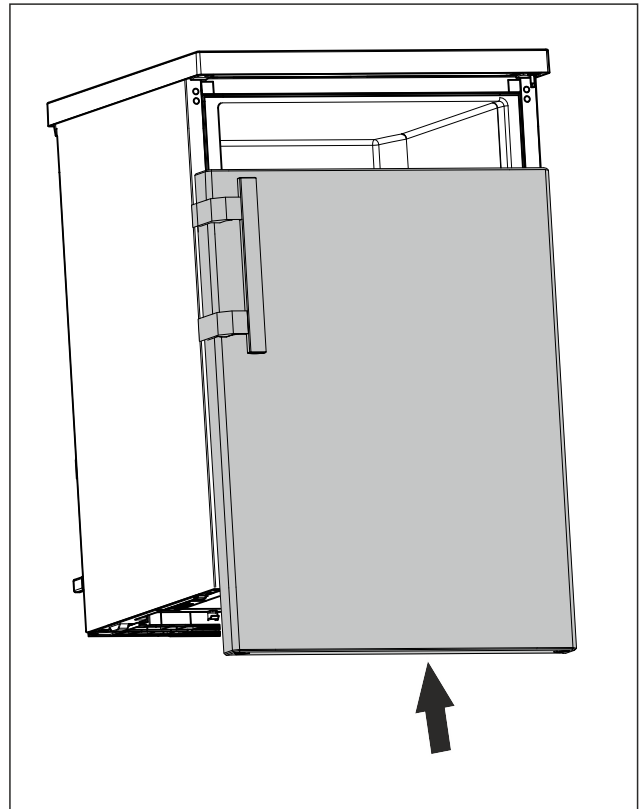

Fig. 19
- ▶ У закритому стані насуньте дверцята на верхній болт. (див. Fig. 19)